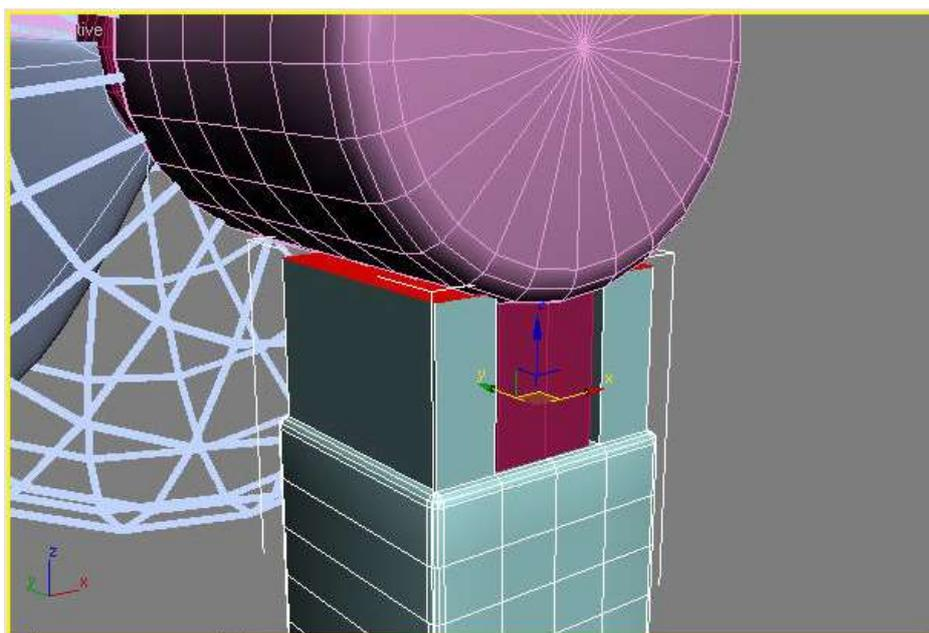

Рис. 49 – Выделение полигонов в верхней части объекта ChamferBox (Параллелепипед со скошенными углами)
1. На последнем этапе создадим деталь, скрепляющую верхнюю часть вентилятора с коробкой. Не выходя из режима редактирования **Polygon (Полигон)**, выделите два крайних полигона в верхней части коробки так, как это показано на рис. 49. При этом они станут красными.